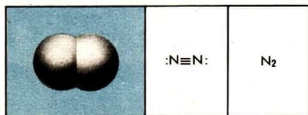

Abb. 4
Im gasförmigen Aggregatzustand ist Stickstoff aus zweiatomigen Molekülen aufgebaut, in denen Atombindung vorliegt. Diese Atombindung wird durch drei gemeinsame Elektronenpaare gebildet (Abb. 4). Die Dreifachbindung im Stickstoffmolekül ist sehr fest, zur Aufspaltung dieser chemischen Bindung wird beträchtliche Energie benötigt. Damit ist auch zu erklären, daß Stickstoff bei den meisten chemischen Reaktionen mit Luft unverändert bleibt, also nicht an der chemischen Reaktion beteiligt ist. ⑧